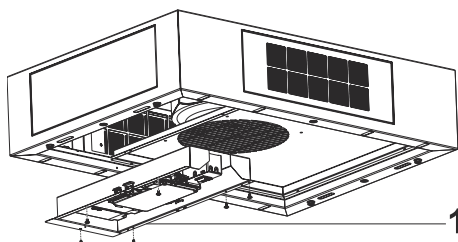

Abb. 10
- 6.** Montieren Sie die Elektronikbox mit 6 Schrauben an die Motorbox(Abb. 10).